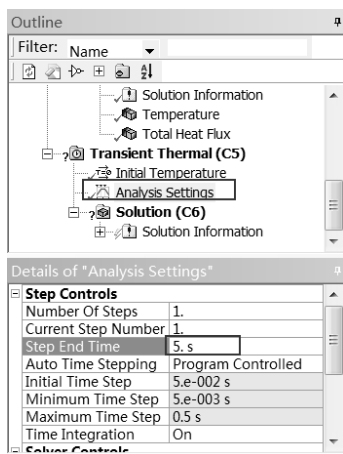

图 15-31 分析设置
Step2 选择 Analysis Settings 选项，在出现的 Details of “Analysis Settings”面板的 Step End Time 中输入 5s，如图 15-31 所示。